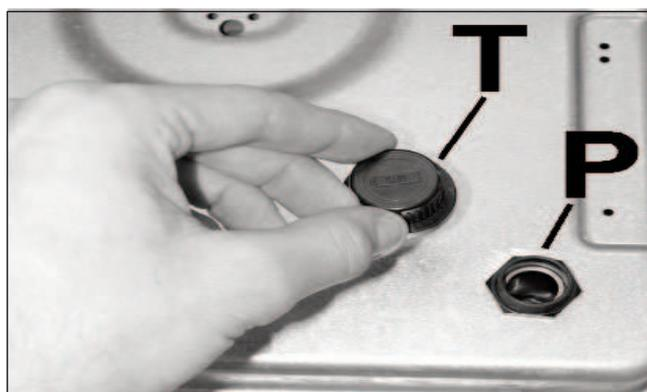

FIG. 12
- Desaparafuse a tampa da ignição "T" (ver fig. 12) e colocar uma pilha de 1.5 V (não fornecida com o aparelho) com a polaridade "+" virada para baixo. Aparafuse de novo a tampa.